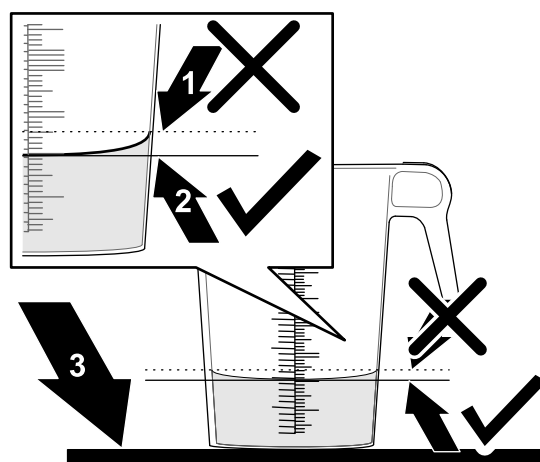

図 83
10. 目盛付き容器を水平な場所において回収された水量を調べる 図 83